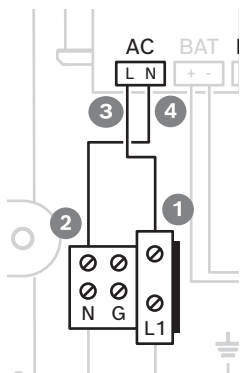

Abbildung 3.2: Anschlüsse der LED-Anzeige
2. Schließen Sie das blaue Kabel an den mit einem N markierten Port an (Abbildung 3.2, Positionen 2 und 4).
3. Schließen Sie das braune Kabel an den mit L markierten Port an (Abbildung 3.2, Positionen 1 und 3).
4. Schließen Sie das einzelne braune Kabel an Position 3 an, die mit einem L (Abbildung 3.2) gekennzeichnet ist.
5. Schließen Sie das andere Ende des braunen Kabels an Position 1 an, die mit L1 gekennzeichnet ist (Abbildung 3.2).
6. Schließen Sie das einzelne blaue Kabel an Position 4 an, die mit einem N gekennzeichnet ist (Abbildung 3.2).
7. Schließen Sie das andere Ende des blauen Kabels an Position 2 an, die mit einem N gekennzeichnet ist (Abbildung 3.2).
2. Schließen Sie den Nullleiter an Klemme N an (Abbildung 3.2).
3. Schließen Sie die Phase an Klemme L1 an (Abbildung 3.2).